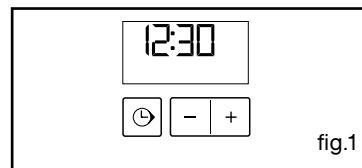

fig.1
Certifique-se de que o programador esteja a indicar a hora do dia e que esta não esteja intermitente. (fig.1).
- Desaperte o difusor luminoso (fig.1).